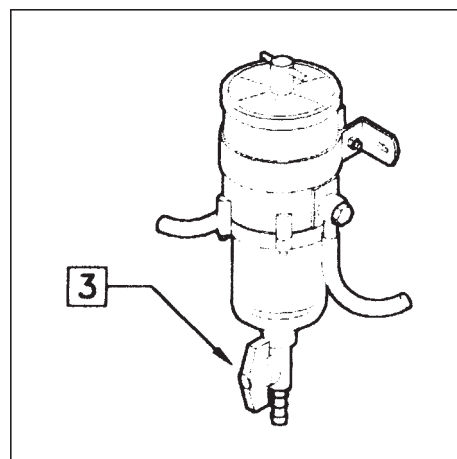

Рис. 8.6
Ослабьте барашковую гайку (3), расположенную с нижней стороны стеклянной емкости (см. рис. 8.6) и подождите, пока вся жидкость стечет. После этого снова плотно закрутите гайку и проверьте, нет ли утечки. Затем проверьте, нет ли воздуха в трубопроводах, и при необходимости произведите выпуск воздуха из системы подачи топлива (см. п. 6.2.1).